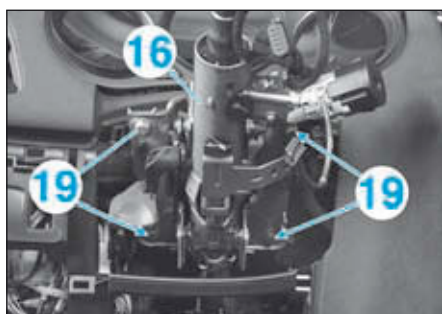

FIG.28
- Déposer les vis (19) et extraire la colonne de direction (16) (Fig.28).